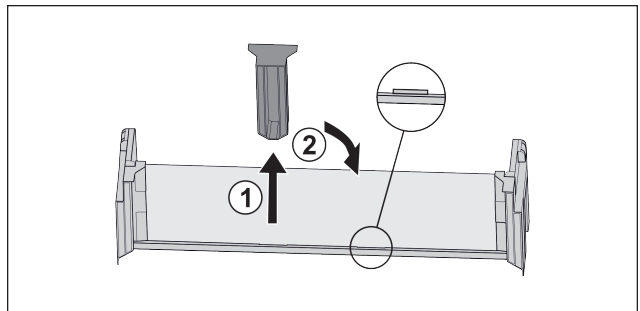

Fig. 83*
- ▶ Изтеглете средната задържаща част Fig. 83 (1).*
- ▶ Вкарайте средната задържаща част на втората позиция Fig. 83 (2).*